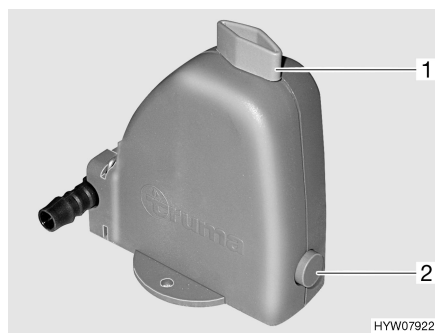

Bild 60 Varmvattenberedarens säkerhets-/avtappningsventil
Varmvattenberedaren är utrustad med en säkerhets-/avtappningsventil (Bild 60). Säkerhets-/avtappningsventilen gör så att vattnet i varmvattenberedaren inte kallnar när det är frost och värmen inte är påslagen.
- Stäng säkerhets-/avtappningsventilen. Ställ vredet (Bild 60,1) diagonalt mot säkerhets-/avtappningsventilen och tryck in tryckknappen (Bild 60,2).
- Öppna säkerhets-/avtappningsventil. Vrid då vredet (Bild 60,1) mot säkerhets-/avtappningsventilen. Tryckknappen (Bild 60,2) skjuts ut. Nu töms varmvattenberedaren via säkerhets-/avtappningsventilen utomhus.